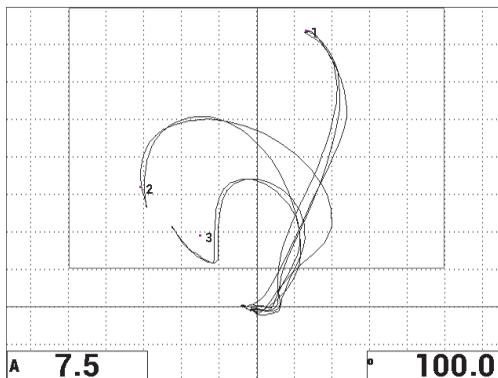

Figura 6-52 Segundo escaneo sobre las pérdidas de adherencia
14. Pulse la tecla FULL NEXT () para visualizar la pantalla completa y, después, efectúe minuciosamente un escaneo sobre las pérdidas de adherencia para asegurarse de que los puntos correspondan con la señal. Ver la Figura 6-52 en la página 175.